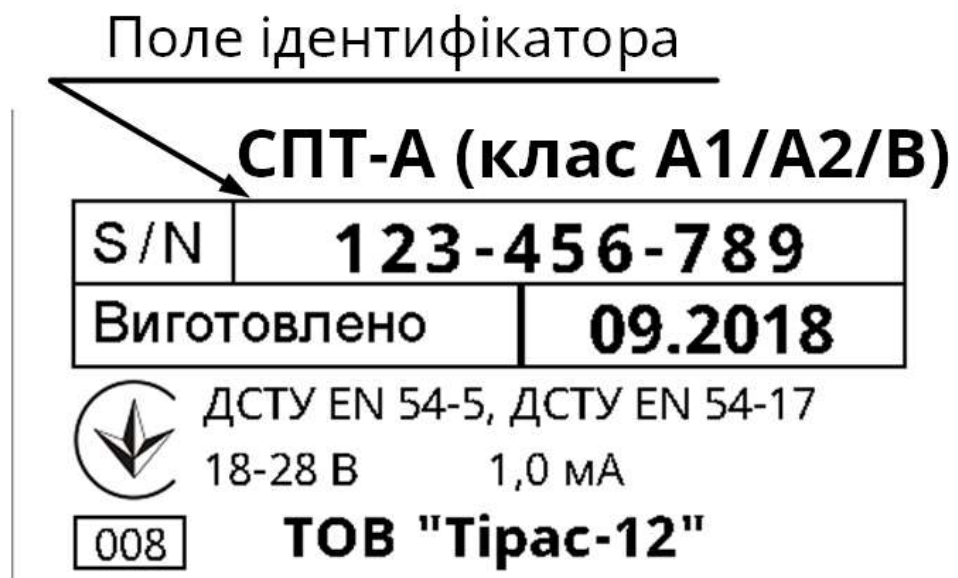

Рисунок 3 – Фірмова етикетка сповіщувача
5.5 Реєстрація (приписка) сповіщувача в СПСА можлива в автоматичному або ручному режимі. При автоматичному пошуку СПСА формує список з усіх змонтованих компонентів, після чого, використовуючи підсилену індикацію, їх необхідно розподілити в зони. При ручній приписці використовується ідентифікатор (серійний номер) сповіщувача, що записаний на фірмовій етикетці сповіщувача (рисунок 3). Для ручної приписки необхідно обрати зону та задати ідентифікатори сповіщувачів, які фізично змонтовані в даній зоні. СПСА виконає пошук за вказаними ідентифікаторами. Детально процедура реєстрації описується в настанові щодо експлуатування ААЗЧ.425521.007 НЕ АМР/АПР.